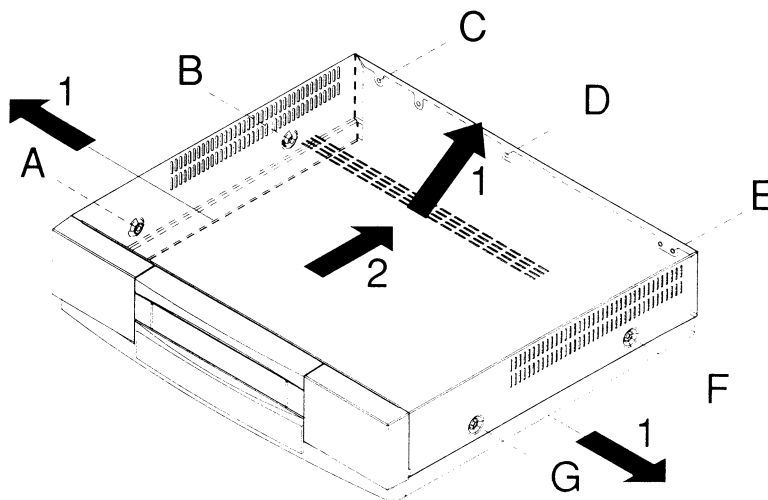

Fig. 1
- Die Schrauben A, B, C, D, E, F und G herausschrauben (siehe Fig. 1).